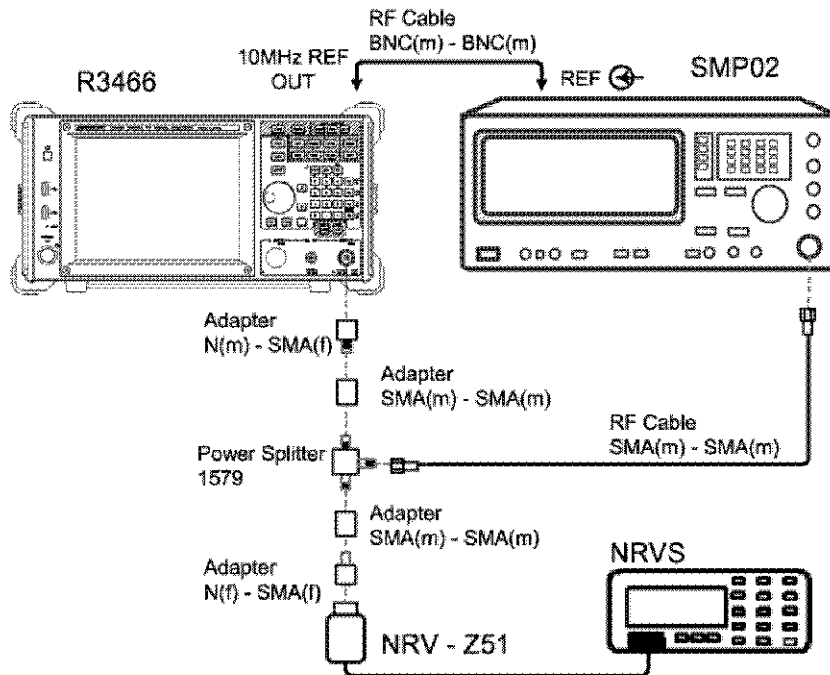

図 2-7 周波数応答の試験
1. 機器を図 2-7 のように接続します。R3466N の場合は、Adapter の後に 50 to 75 Ω 変換器を使用して本器と接続します。